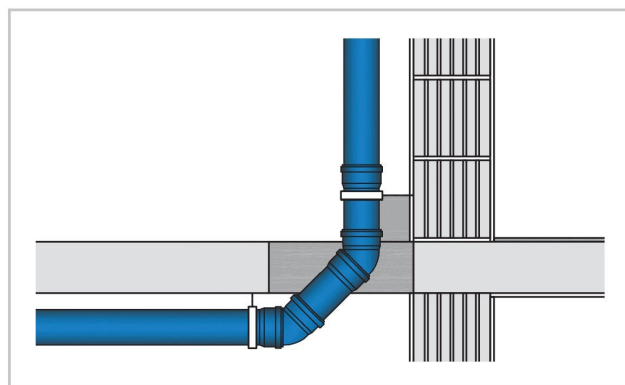

Fig. 5. Säkring av stammens nedre del
- i byggnader högre än 3 våningsplan bör en tilläggsäkring av huvudstammen skapas med hjälp av extra fästen, stödkonsoler och betong, Fig. 5.